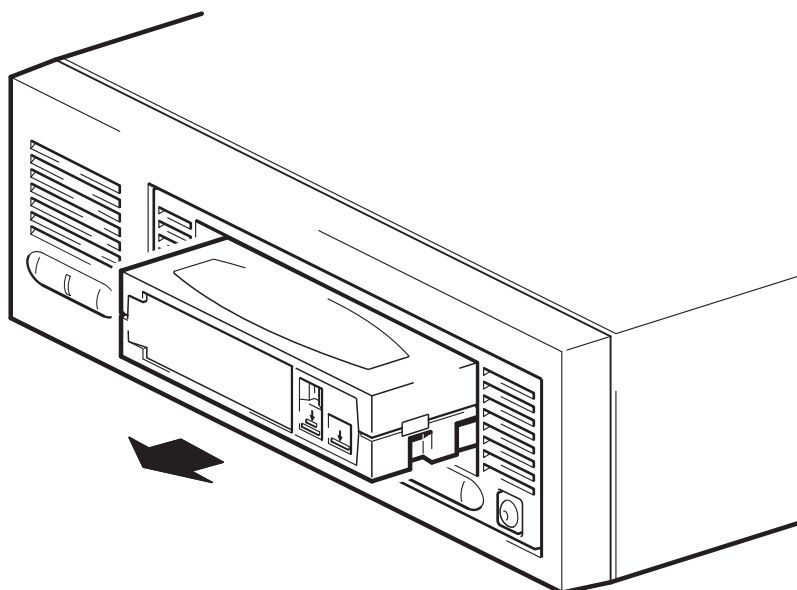

Figure 7b : déchargement d'une cartouche DLTape
- 1 Appuyez sur le bouton d'éjection du panneau avant ou utilisez le logiciel de sauvegarde pour éjecter la cartouche (voir Figure 7b). Le voyant Ready clignote pendant que le lecteur rembobine la bande.